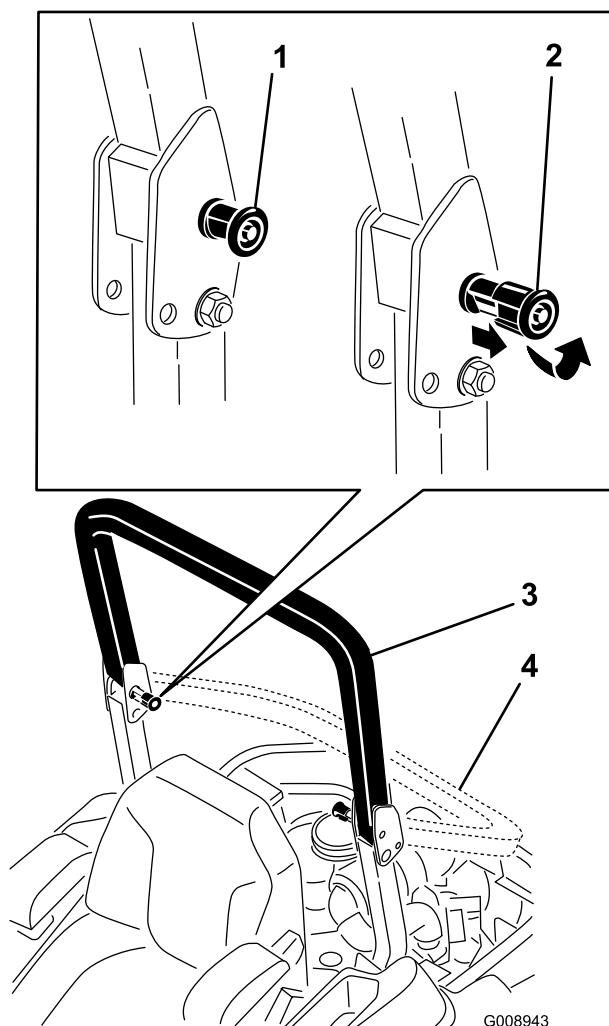

Figure 8
2. Tirez sur les deux boutons et tournez-les à 90° pour les désengager (Figure 8).
3. Faites pivoter l'arceau de sécurité à la position abaissée (Figure 8).
4. Pour relever l'arceau de sécurité, levez-le à la position d'utilisation et tournez les boutons de sorte à les déplacer partiellement dans les rainures (Figure 8).
5. Redressez complètement l'arceau de sécurité tout en poussant sur la partie supérieure; les goupilles s'engagent en position quand les trous sont en face (Figure 8). Appuyez sur l'arceau de sécurité et vérifiez que les deux goupilles sont engagées.